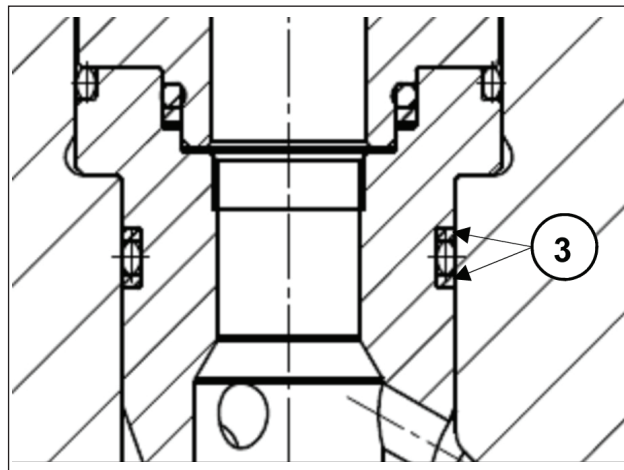

Fig. 28
- 2 **Introducir los grupos válvula de aspiración y envío con sus casquillos, verificando que encajen en el fondo de la sede de la cabeza. No dañar las anillas antiextrusión de los casquillo (Fig. 28, pos. ③); para garantizar la posición correcta y la adaptación de las anillas a las sedes, realizar lo siguiente:**